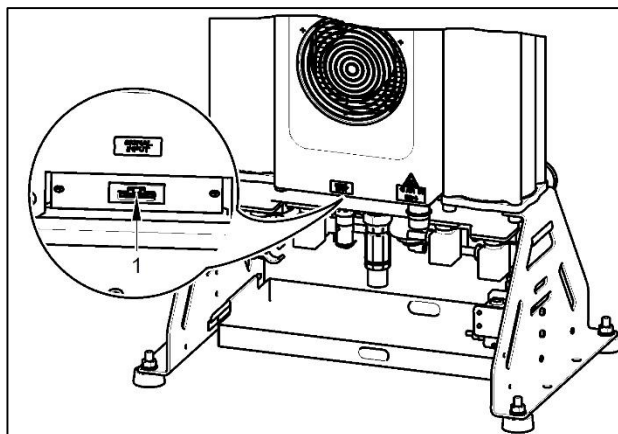

Рис. 16: Подключение жгута проводки управления и кабеля питания
- Убедитесь в правильности подключения управляющей и сигнальной проводки, выходящей из компрессора (Рис. 16).